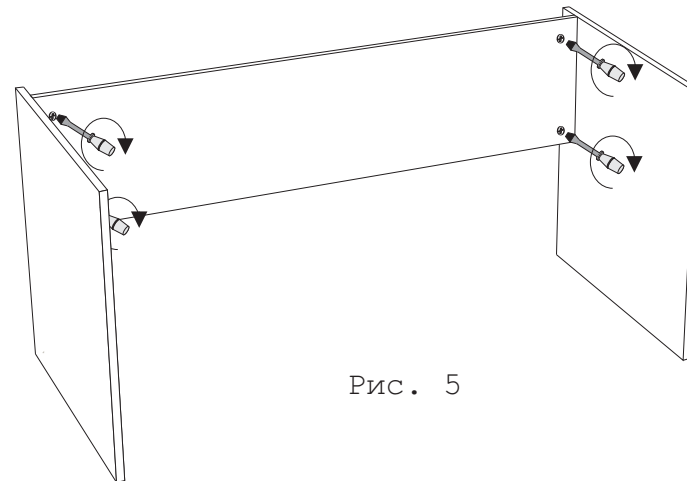

Рис. 5
5. Соединить бока стола 1 и 2 с соединительным щитом 3, затянуть эксцентрики 6 на соединительном щите 3 по часовой стрелке до упора (Рис. 5).